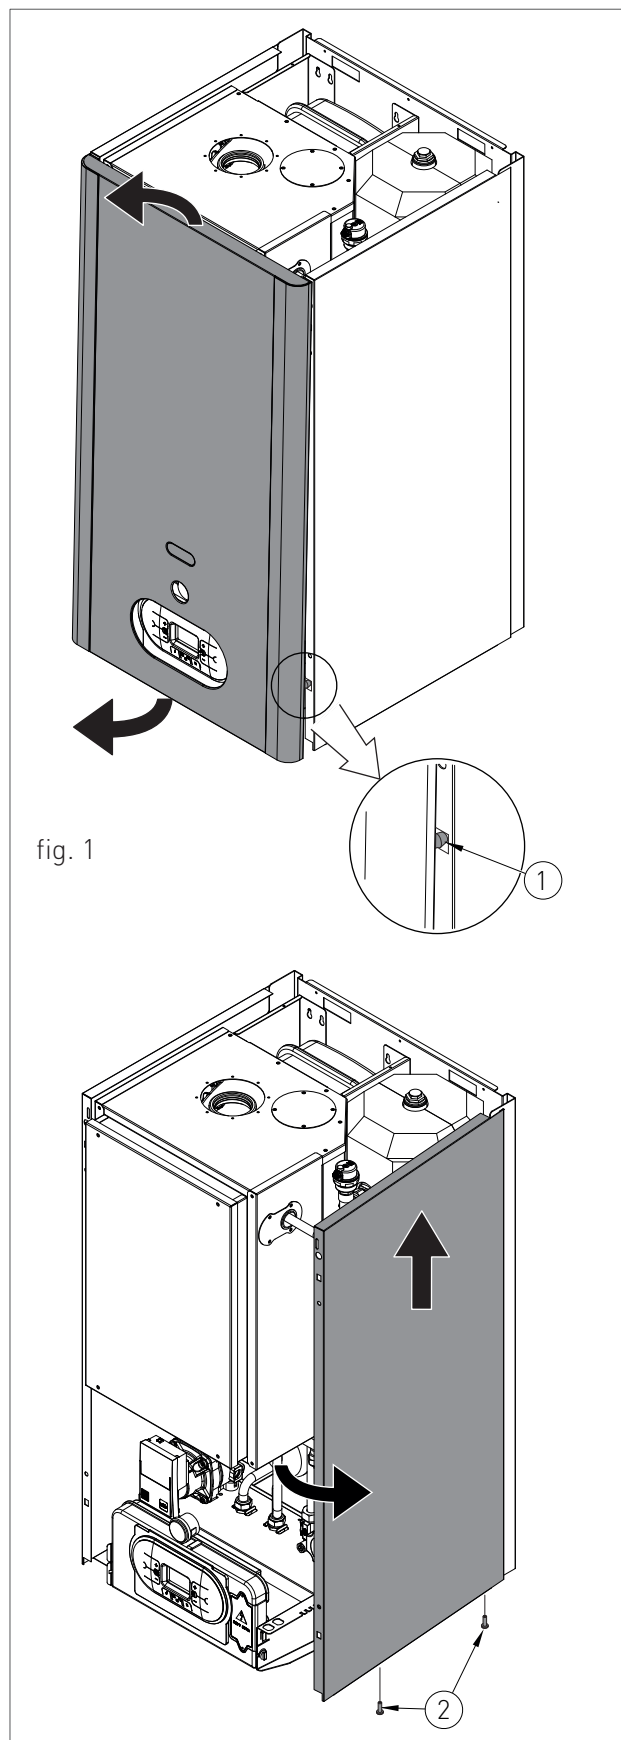

fig. 1
- > Scoateți șuruburile de fixare (2 - fig.1) așezate pe marginea frontală a panoului lateral;
- > Apucați partea inferioară a panoului și îndepărtați-l mișcându-l în lateral și apoi trăgându-l în sus (vezi fig. 1).